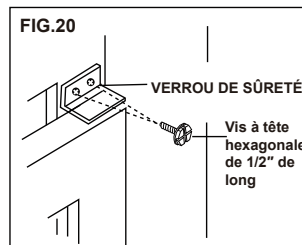

FIG.20
2. Attachez le verrou de sûreté à angle droit au châssis de fenêtre supérieur comme illustré (FIG.20).